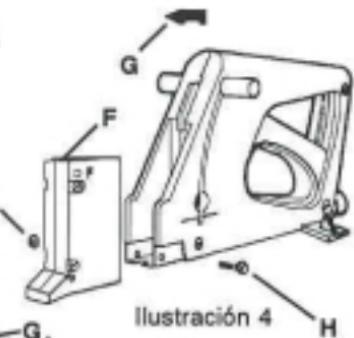

Ilustración 5
Las puntas de esmaltado deben cargarse en el frente de la cavidad del cargador. Ilustración 5. Suelte el seguidor (J) para aplicarle presión a la parte superior de la pila de puntas.